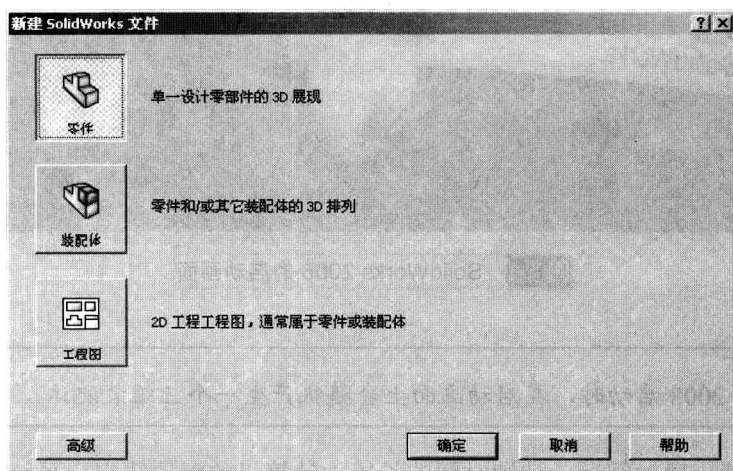
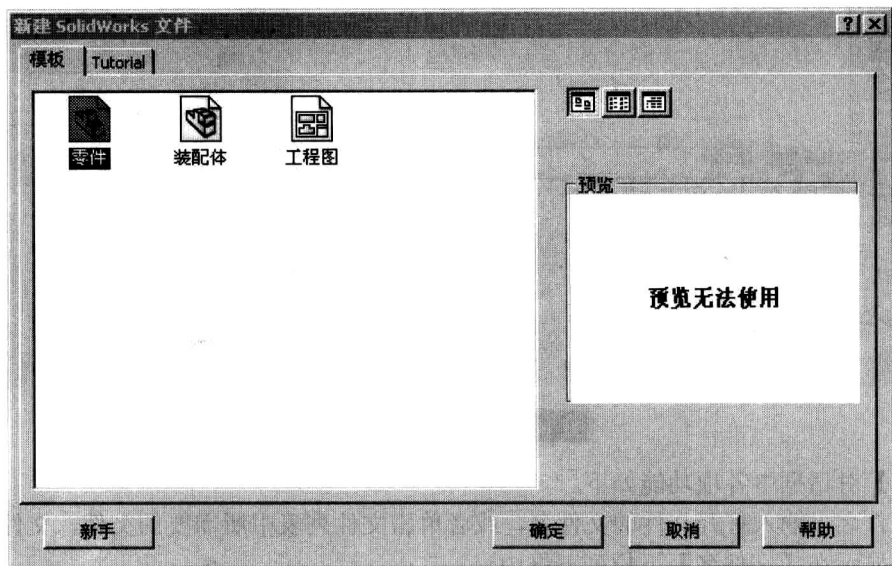

图 1-3 【新建 SolidWorks 文件】对话框
图 1-4 【新建 SolidWorks 文件】高级界面对话框
创建新文件时，需要选择创建文件的类型。选择【文件】|【新建】命令，或单击工具栏上的  (新建)按钮，打开【新建 SolidWorks 文件】对话框，如图 1-3 所示。
在 SolidWorks 2008 中，有两个【新建 SolidWorks 文件】对话框界面可供选择，一个是新手界面对话框，如图 1-3 所示；另一个高级界面对话框，如图 1-4 所示。
在图 1-4 【新建 SolidWorks 文件】高级界面对话框中又有三个图标，分别是：大图标^①、列表^②和列出细节^③。单击【大图标】按钮，左侧框中的零件、装配体和工程图将以大图标方式显示；单击【列表】按钮，左侧框中的零件、装配体和工程图将以列表方式显示；单击【列出细节】按钮，左侧框中的零件、装配体和工程图将以名称、文件大小及已修改的日期等细节方式显示。在使用中可以根据实际情况加以选择。